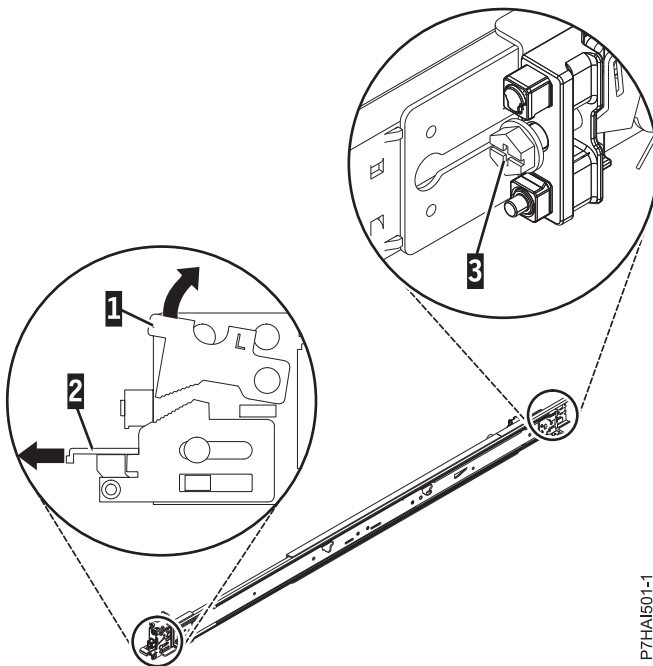

図 2. 前部ラッチを開いて後部のねじを取り外す
2. 前面のロックング・タブ **(1)** を押し上げて、レールの前部にある前面ラッチ **(2)** を引き出します。次に、レール **(3)** の後部からねじを取り外します。詳しくは、図 2 を参照してください。